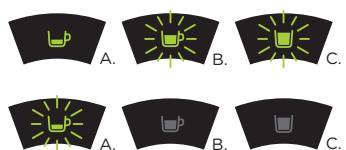

Fig. 17: Programmation du bouton d'extraction café expresso.
- Vous devrez ensuite appuyer sur le bouton d'extraction de café expresso jusqu'à ce que les voyants lumineux des boutons d'extraction de café long et de thé clignotent. Appuyez de nouveau sur le bouton d'extraction de café expresso (voir **Fig. 17**). Les voyants lumineux des boutons d'extraction de café long et de thé s'éteignent.